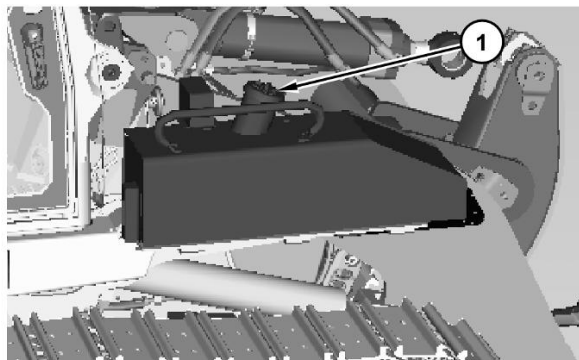

Рисунок 1
Крышка топливного бака (1) находится на правой стороне машины, как показано на рис. 1.